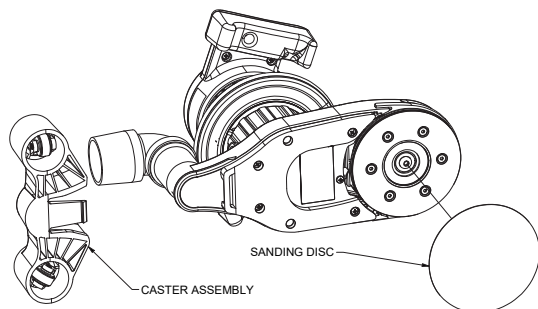

Figure 5
2. La machine accepte uniquement les disques abrasifs à crochets et à boucles. Lors de l'installation du disque abrasif, veillez à centrer le disque sur l'outil de pose/dépose (Figure 5).